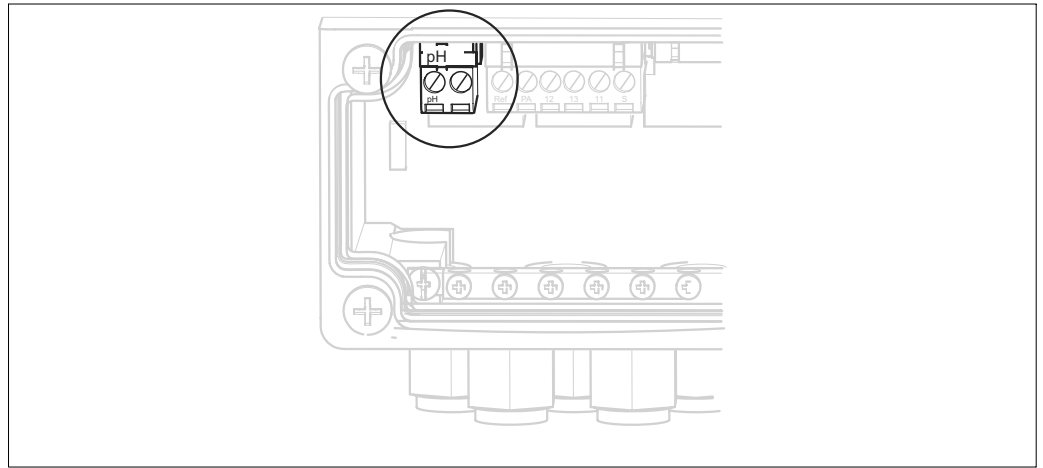

Fig. 28 : Borne pH sur le couvercle du boîtier
3. Retirez la borne "pH" sur le couvercle (voir fig. 28) de l'appareil et remplacez-la par la borne "DRN/SRC" fournie.